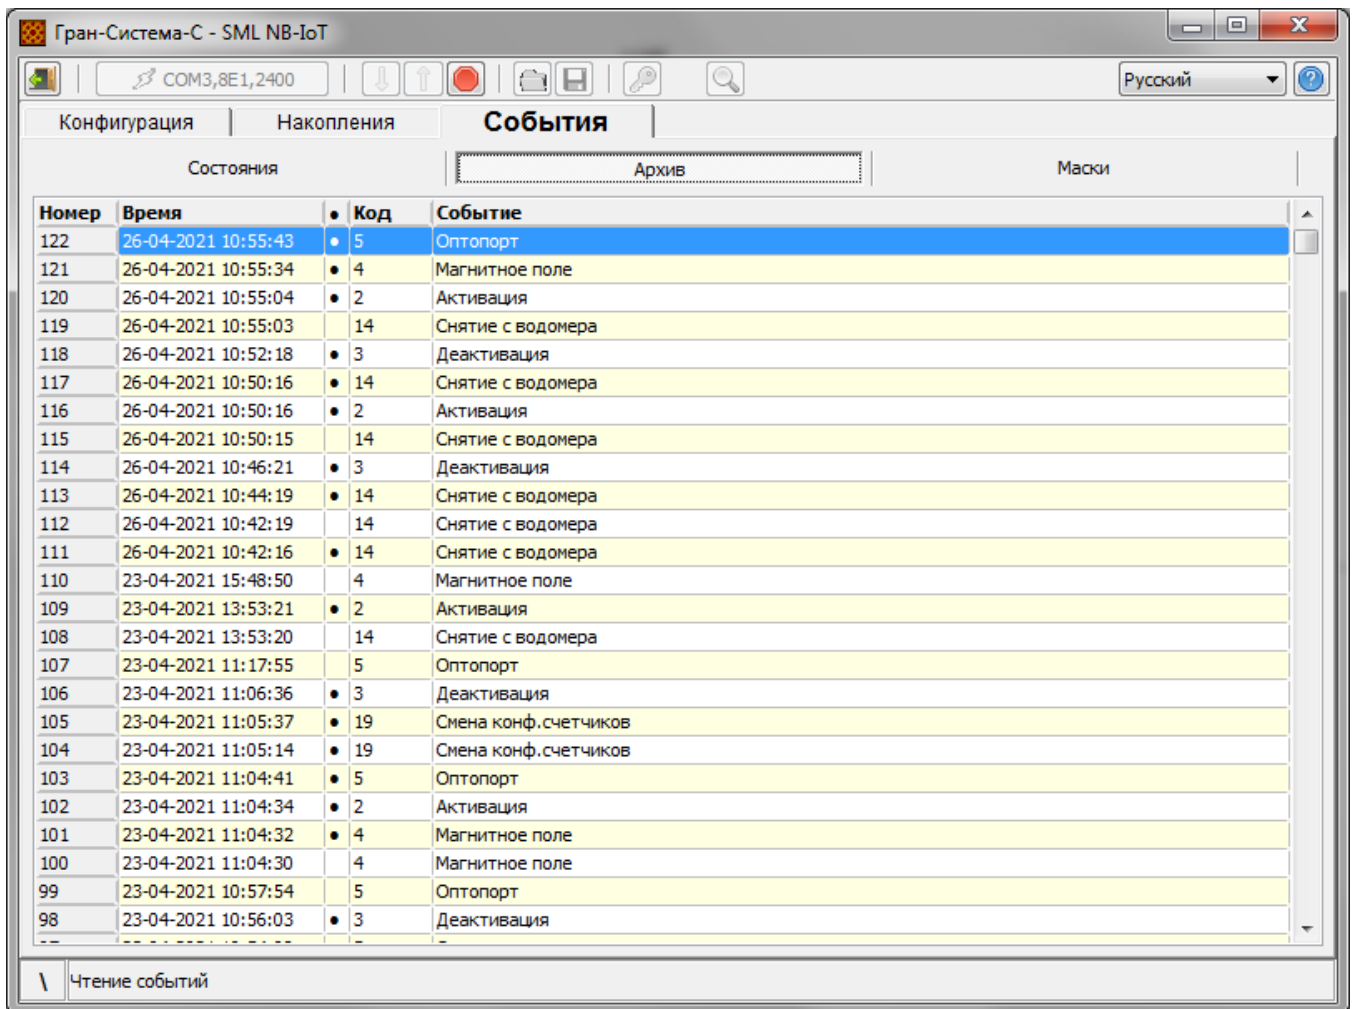

Рисунок 23 – Закладка «События» «Архив»
3.4.3.1 На закладке «События» «Архив» выводится архив активности событий (рисунок 23).